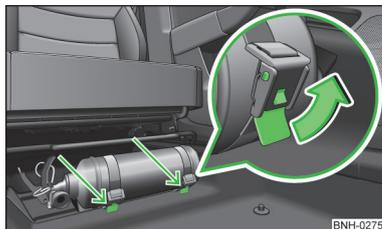

Fig. 126
- Allentare entrambe le cinghie tirando in direzione della freccia sui rispettivi dispositivi di sicurezza » fig. 126.